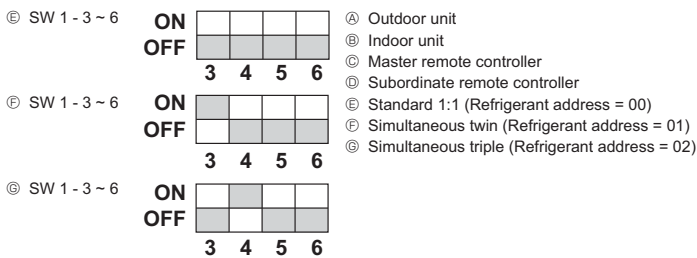

Fig. 10-1
10. System control (Fig. 10-1)